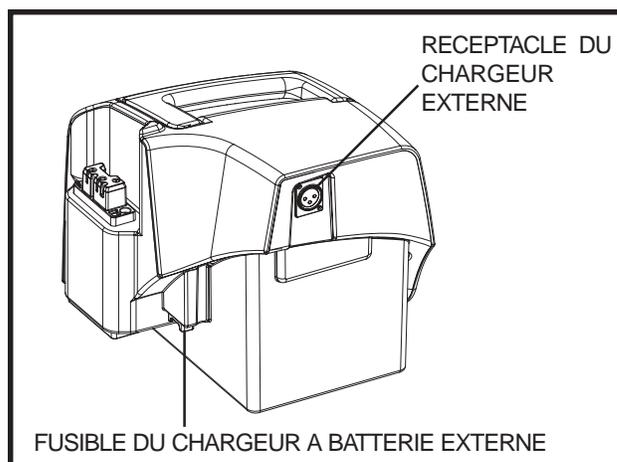
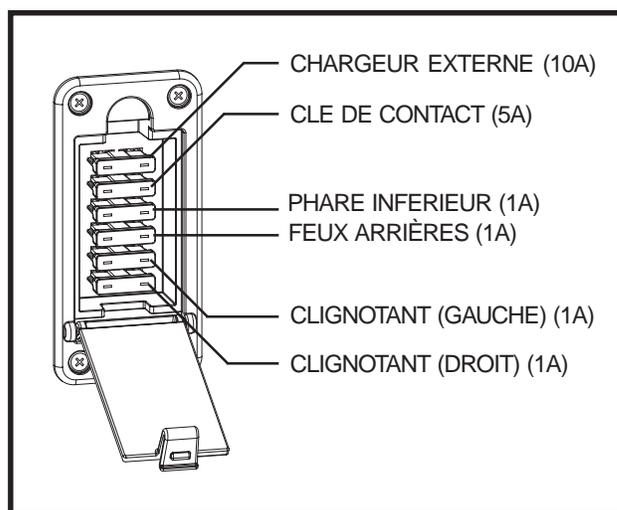

Figure 5A. Réceptacle du chargeur externe (Boitier a batteries assemblé)
Figure 6. Fusibles de la console du guidon
Votre scooter est équipé d'une série de fusibles électriques qui protègent le système de recharge externe, le circuit du contact, les éclairages contre une surcharge de courant électrique. Ces fusibles sont de même type que ceux utilisés dans les automobiles et sont situées dans un compartiment sur le guidon. **Voir la figure 6.** Si votre scooter est équipé d'un boîtier à batteries, un fusible de 10-amp est installé dans dans le boîtier à batteries même. **Voir la figure 5A.** Ce fusible protège le système du chargeur lorsque les batteries sont rechargées hors du the scooter. Voir IX. "Soins et entretien" pour le remplacement du fusible.
5. Branchez la prise 3-branches du cordon du chargeur dans le réceptacle sur le boîtier à batteries. **Voir les figures 5A et 10A.**